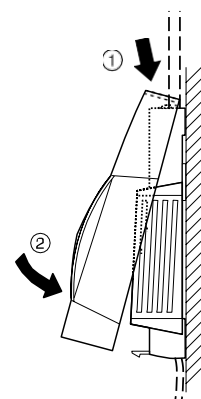

Abb. 4: Gehäusedeckel aufsetzen
- ▶ Setzen Sie den Gehäusedeckel oben an und rasten Sie ihn unten ein (siehe Abb. 4).
- Setzen Sie den Gehäusedeckel oben an und rasten Sie ihn unten ein (siehe Abb. 4).